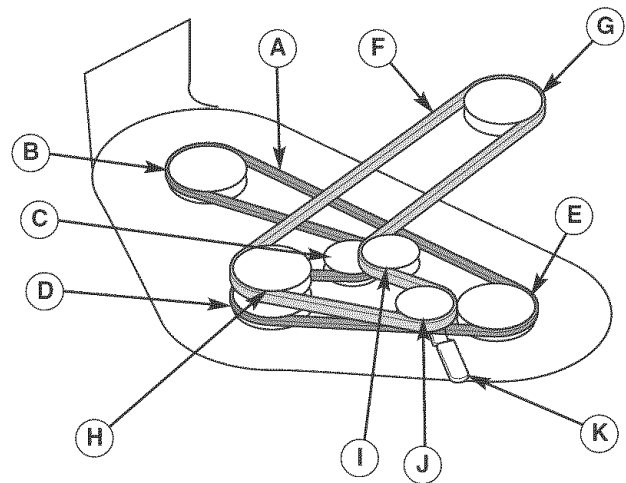

Figura 44. Disposición de Banda de PTO
2. Use el brazo de la polea tensora (K, Figura 44) para liberar la tensión en la banda y quitar la banda de tracción de la podadora (F) de la polea de PTO (G).
4. Instale la banda nueva (F) como se muestra en la Figura 44.
Póngase en contacto con un Centro de Partes y Reparaciones de Sears respecto a un reemplazo de la banda de tracción del árbol de sujeción (A, Figura 44).